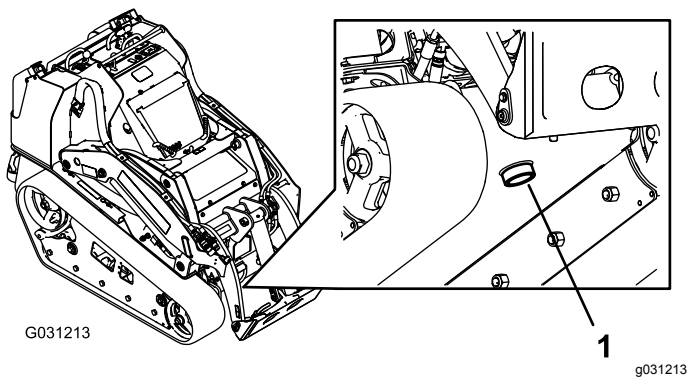

Figure 73
7. Placez un grand bac de vidange (d'au moins 57 litres de capacité) sous le bouchon de vidange à l'avant de la machine (Figure 73).
8. Retirez le bouchon de vidange pour permettre à l'huile de s'écouler dans le bac de vidange (Figure 73).